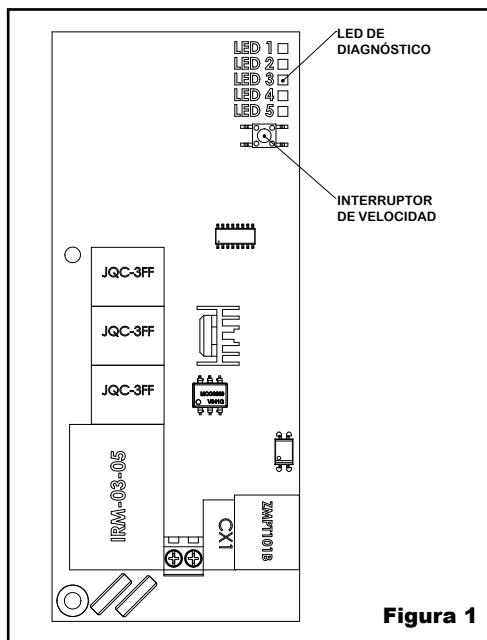

Figura 1
Estos modelos incluyen un control de velocidad del ventilador ajustable para (3) niveles de operación - Alto, Medio y Bajo. El interruptor se encuentra en la placa de circuitos impreso dentro del secamanos, mostrado en la figura 1 a continuación.
3. Localice el interruptor del tablero de circuitos impresos dentro del secamanos como se muestra en la figura 1 a continuación, y ajuste la velocidad del ventilador según se desee. (Presione y suelte el botón del interruptor de velocidad para alternar entre Hi, Med y Low.)
El tablero de circuitos impresos incluye un conjunto de luces LED que indica el estado de funcionamiento del secamanos. Al comunicarse con el servicio técnico de World Dryer, esté preparado para retirar la cubierta del secamanos e indicarnos el estado de las luces LED, ya que pueden ser útiles para solucionar problemas de funcionamiento. Consulte la figura 1 para ver la ubicación de las luces LED de diagnóstico en el tablero de circuitos impresos. Consulte la Tabla 4 para leer una explicación de la función de los LED.